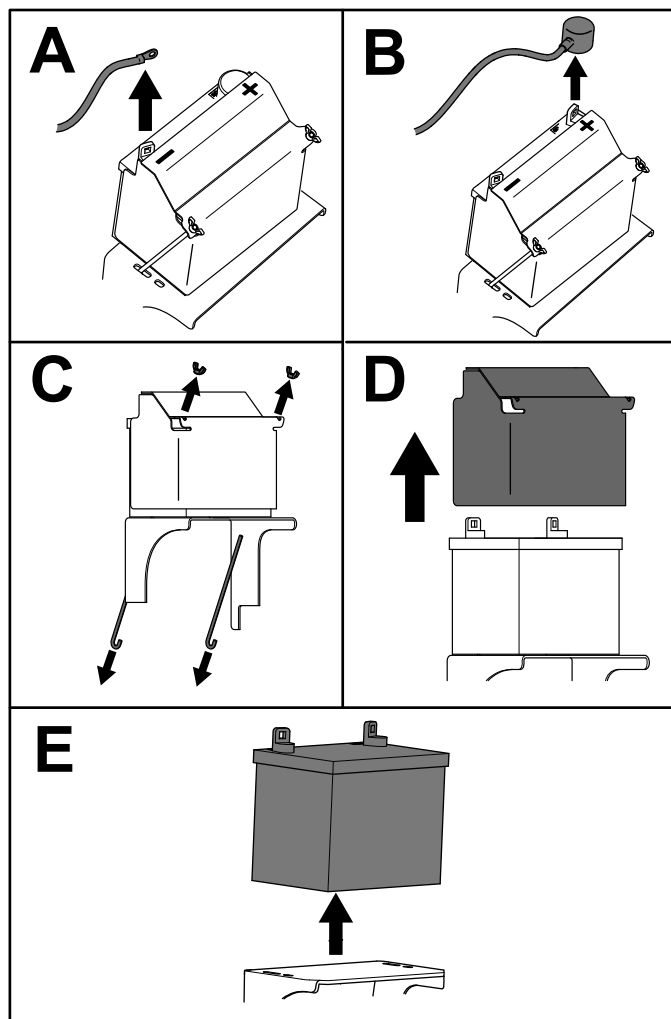

Figura 48
3. Remova a bateria como se mostra na Figura 48.